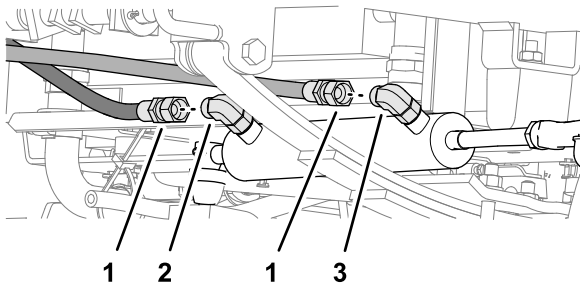

Figure 73
1. Débranchez les flexibles de vérin de direction des raccords à 90° qui se trouvent sur les orifices d'extension et de rétraction du vérin de direction (Figure 73).